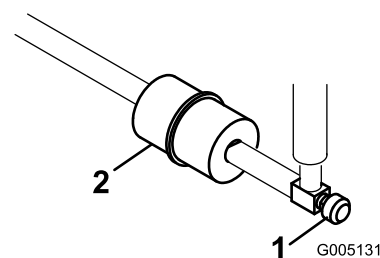

Figura 35
Le filtre à carburant en ligne se trouve dans la conduite d'alimentation, entre le réservoir de carburant et le carburateur (Figura 35).
- Fermez le robinet d'arrivée de carburant (Figura 35).
- Placez un bac de vidange sous le filtre, desserrez le collier sur le côté carburateur du filtre, et débranchez la conduite de carburant du filtre (Figura 35).
- Desserrez l'autre collier et déposez le filtre (Figura 35).